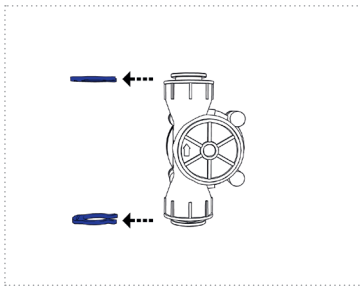

Abbildung 10
4. Entfernen sie die Sicherungsringe am Durchflusssensor (*Abbildung 10*).